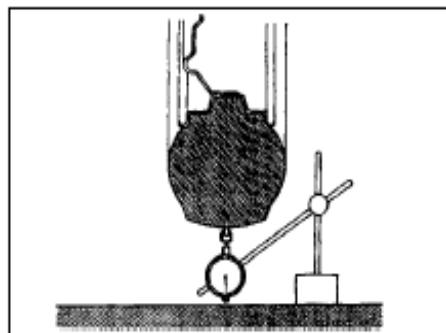

Рис. 227
(2) Проверьте биение шин циферблательным индикатором (рис. 227)